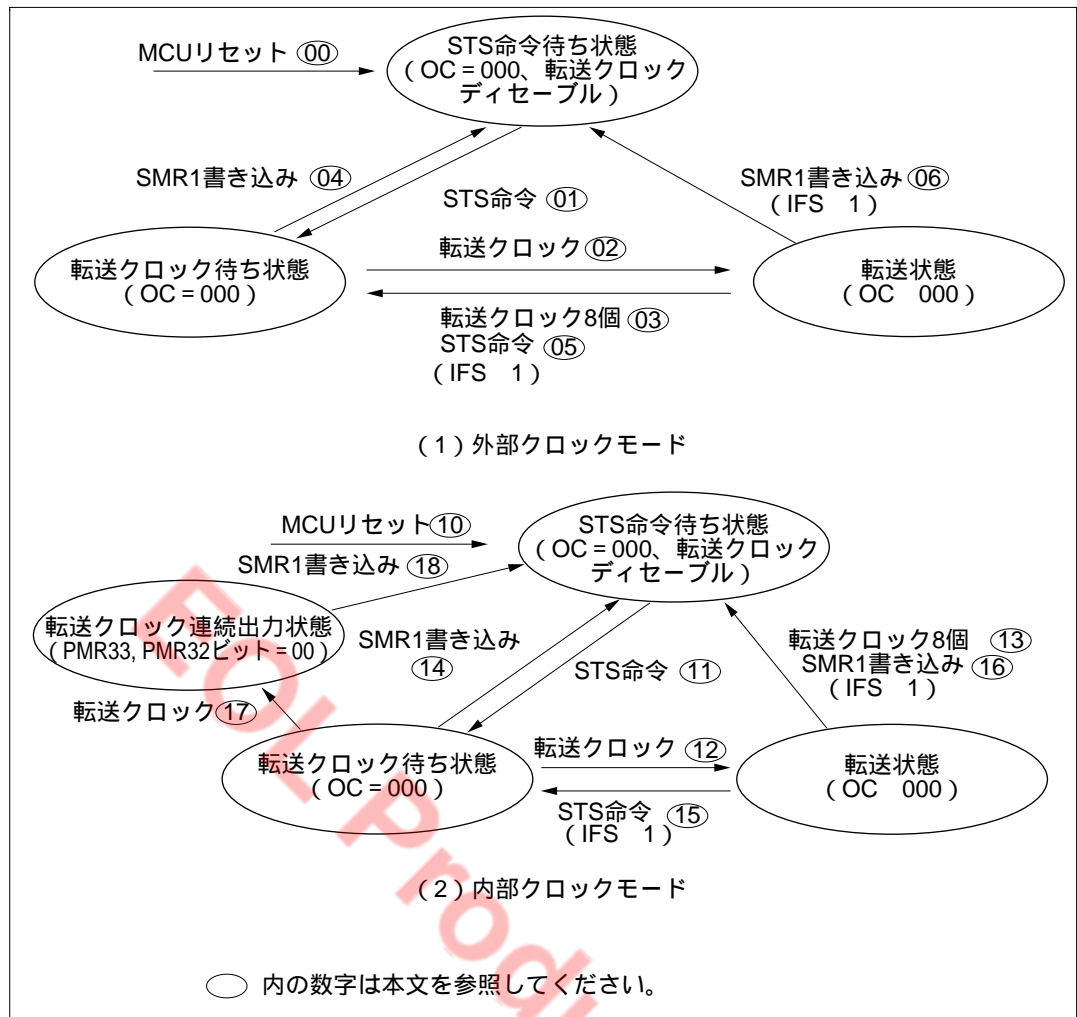

図 13.4 シリアルインタフェースの動作状態遷移
シリアルインタフェースの動作状態遷移図を図 13.4 に示します。
リセット(図 13.4 中⑩、⑪)により、シリアルインタフェースは STS 命令待ち状態となります。STS 命令待ち状態は、シリアルインタフェースの内部状態が初期設定された状態です。この状態で転送クロックが印加されても、シリアルインタフェースは動作しません。STS 命令(①、②)が実行されると、転送クロック待ち状態に遷移します。